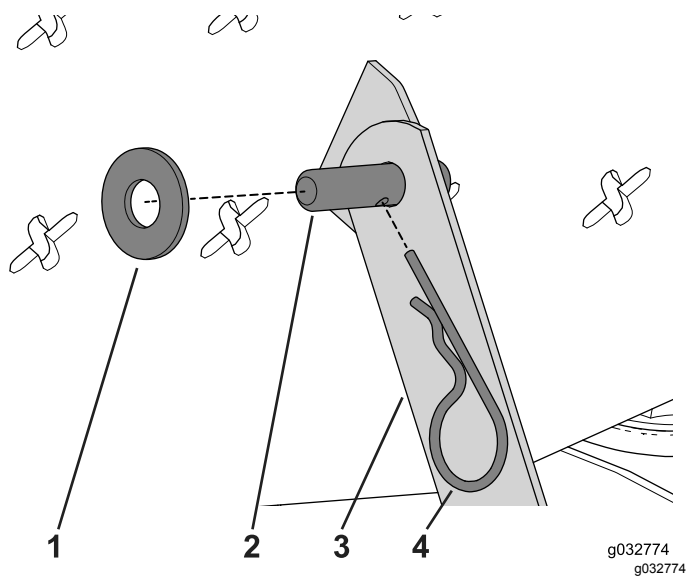

図 127
2. ワッシャとヘアピンを使って昇降アームを運転台に固定する図 127。